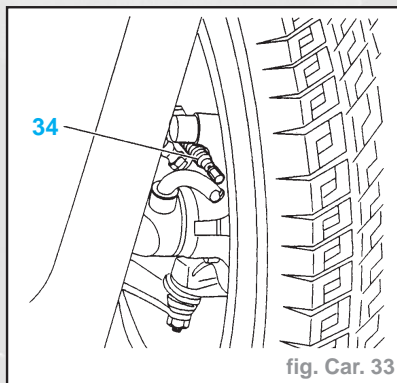
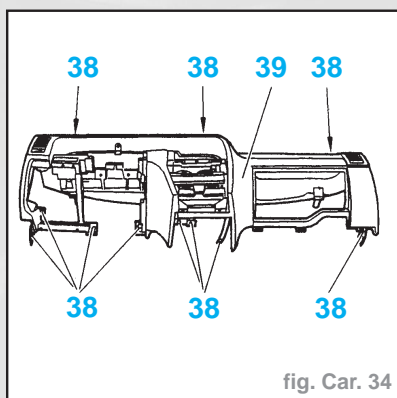

fig. Car. 33
fig. Car. 34
- les trois contacteurs (28)
- la montre (27)
- le cache (26)
- désaccoupler le câble de frein de parking (34) de l'étrier (fig. Car. 33).
- Déposer (fig. Car. 34) :
- les onze vis (38)
- la planche de bord (39)
- Reposer (fig. Car. 34) :
- accoupler le câble de frein de parking (34) à l'étrier (fig. Car. 33)